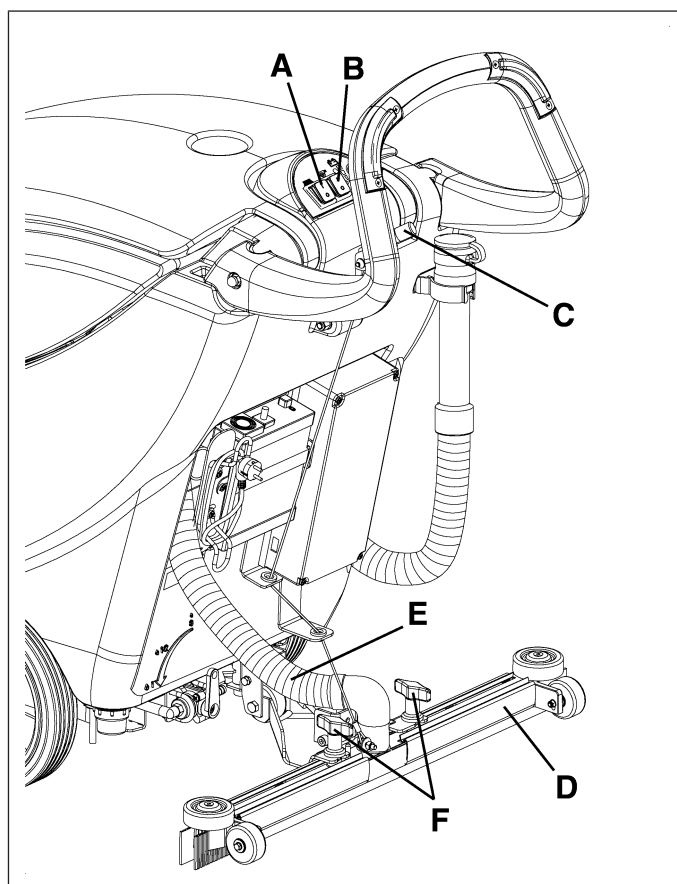

Figure 24
1. Contrôler que les interrupteurs (A et B, Fig. 24) sont en position "0".
2. Baisser l'embouchure (D, Fig. 24) à l'aide du levier (C).
3. Déconnecter le tuyau d'aspiration (E, Fig. 24) de l'embouchure.
4. Desserrer les boutons (F, Fig. 24) et déposer l'embouchure (D).
4. Reposer l'embouchure (D, Fig. 24) et serrer les boutons (F).
5. Connecter le tuyau d'aspiration (E, Fig. 24) à l'embouchure (D).